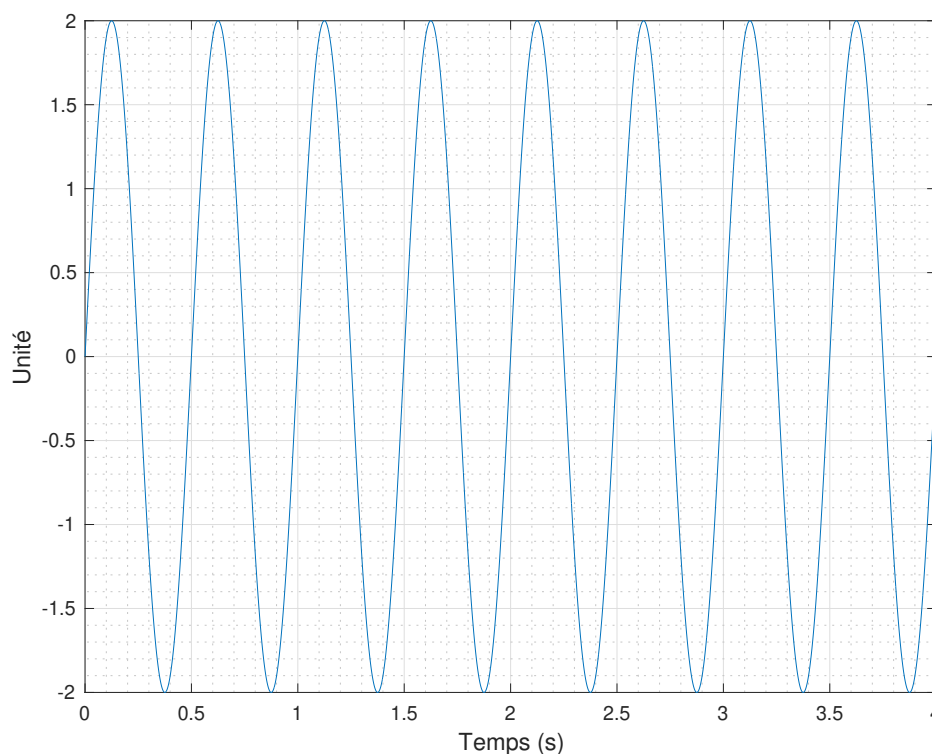
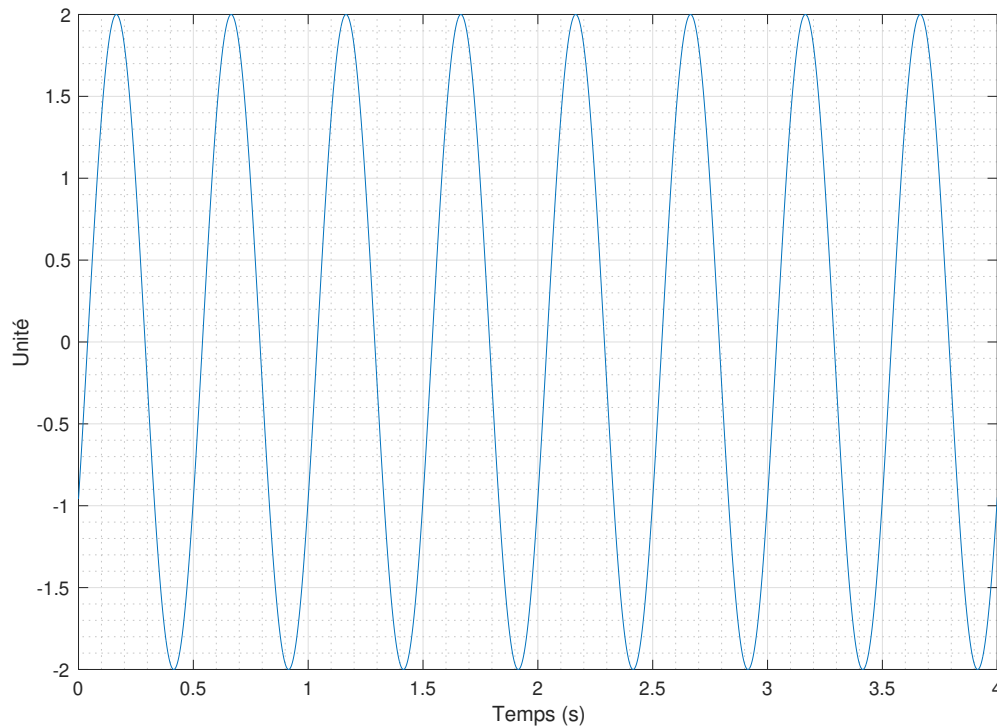

FIGURE 14.1 Onde sinusoïdale,  $y_1(t) = 2 \sin(4\pi t)$
FIGURE 14.3 Onde sinusoïdale déphasée,  $y_1(t) = 2 \sin(4\pi t - \frac{\pi}{4})$
- (a) La Figure 14.1 montre une onde sinusoïdale d'amplitude de 2 unités avec une fréquence angulaire de  $\omega_0 = 4\pi$ , soit  $y_1(t) = 2 \sin(4\pi t)$ . Ce signal est échantillonné avec une fréquence  $f_e = 1$  Hz. Inscrivez les points représentant les échantillons obtenus directement sur la Figure 14.1, si le premier échantillon est pris au temps  $t = 0$ .
- (c) En comparant, les Figures 14.1 et 14.2, que remarquez-vous ?
2. (a) Avec différentes couleurs ou forme de points, inscrivez sur la Figure 14.1 les points représentant les échantillons obtenus avec les fréquences d'échantillonnage suivantes,  $f_e = 2$  Hz,  $f_e = 5$  Hz, et  $f_e = 10$  Hz, pour la fonction  $y_1(t)$ .
3. La Figure 14.3 présente la fonction  $y_1(t)$  avec un déphasage de  $-\frac{\pi}{4}$  s. Avec différentes couleurs ou forme de points, inscrivez sur la Figure 14.3 les points représentant les échantillons obtenus avec les fréquences d'échantillonnage suivantes,  $f_e = 2$  Hz,  $f_e = 5$  Hz, et  $f_e = 10$  Hz. Qu'observez-vous en comparant l'échantillonnage de  $y_1(t)$  déphasé avec les échantillons inscrits sur la Figure 14.1 ?